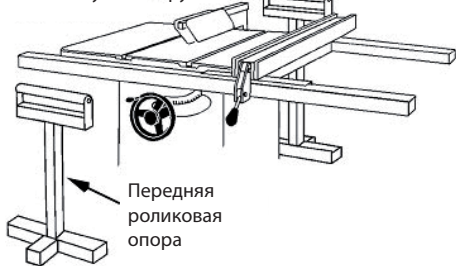

Рис. 31
- При продольном распиле длинных досок, используйте такое поддерживающее приспособление на передней части стола, как вращающиеся цилиндры, и опору или "хвостовик", расположенный в задней части станка, как показано на Рис. 31.